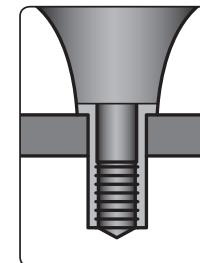

Fig. 5
- Insérez l'écrou du rivet dans le trou d'installation (fig. 5).